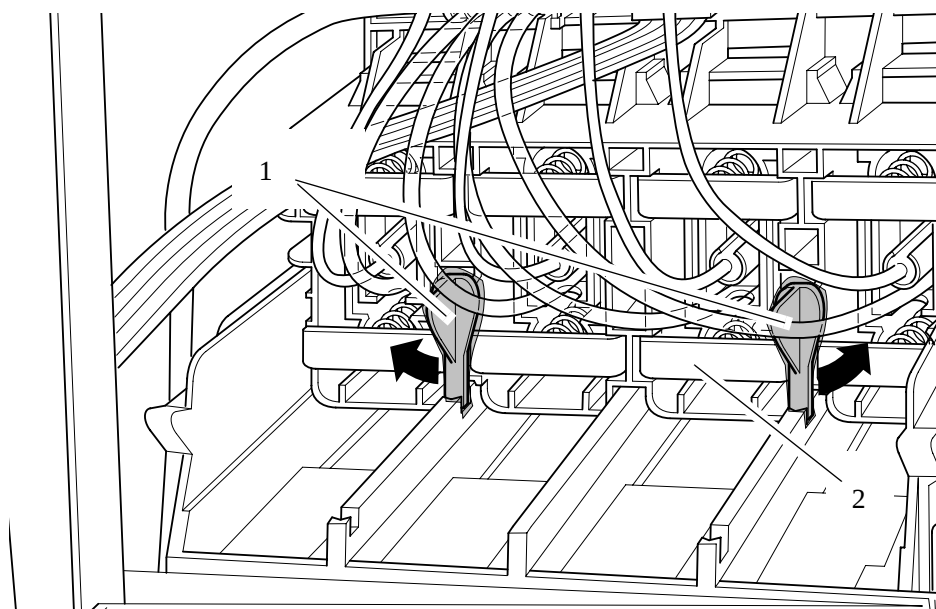

図 10: ラッチ
- 3 インクカートリッジチューブコネクタの背面に付いている2個のラッチを外側にひねります (図10参照)。これで、アセンブリ全体が外れます。